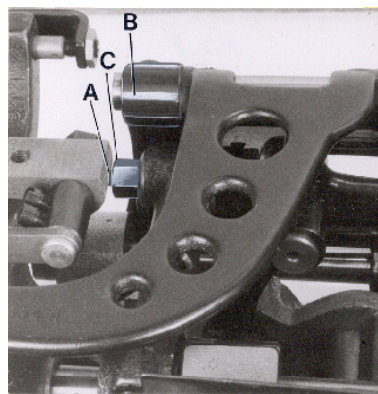

Fig. 8
Remove the rear cloth plate. The length of the stitch can be adjusted by raising or lowering the stud (A, Fig. 8) in the segment slot of the feed rocker (B). Lowering stud (A) will lengthen the stitch, raising the stud will shorten the stitch. After loosening nut (C), stud (A) can be moved accordingly. When the desired stitch length is obtained, retighten nut (C) and remount cloth plate.
Entfernen Sie die hintere Stoffplatte. Die Stichl nge kann durch h her- oder tieferstellen des Bolzens (A, Fig. 8) in der Nut des Transportrahmens (B) ver ndert werden. Tieferstellen des Bolzens (A) verl ngert den Stich, h herstellen verk rzt ihn. Nach L sen der Mutter (C) l  t sich der Bolzen (A) entsprechend verschieben. Wenn die gew nschte Stichl nge eingestellt ist, ziehen Sie die Mutter (C) wieder an und montieren Sie die Stoffplatte wieder.